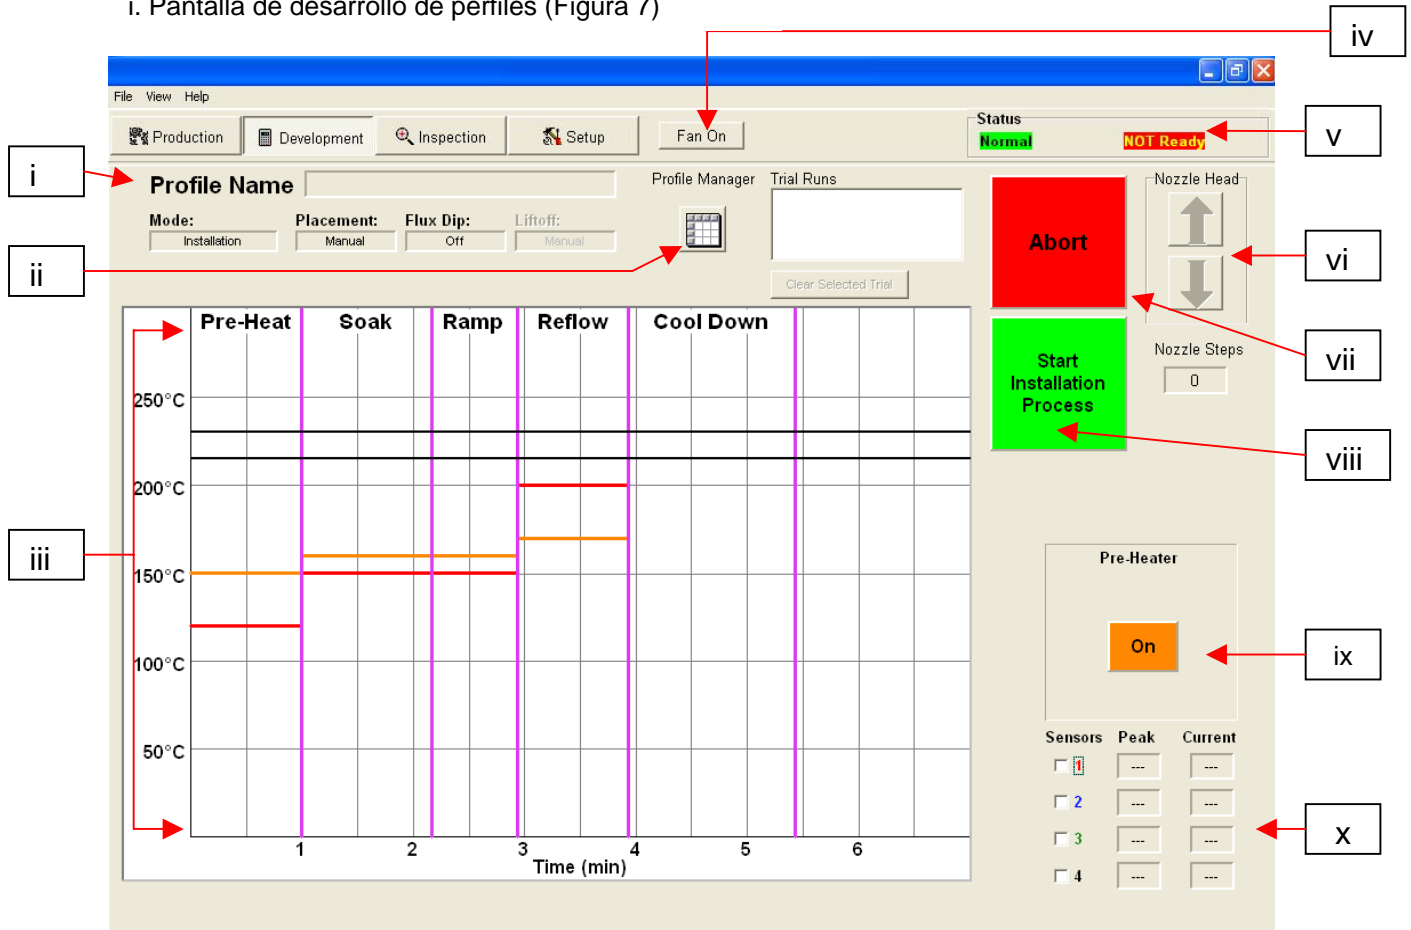

Figura 7a
- ii. Gestor de perfiles. Permite consultar y gestionar los valores introducidos por el desarrollador para los parámetros de temperatura y tiempo (Figura 7a).